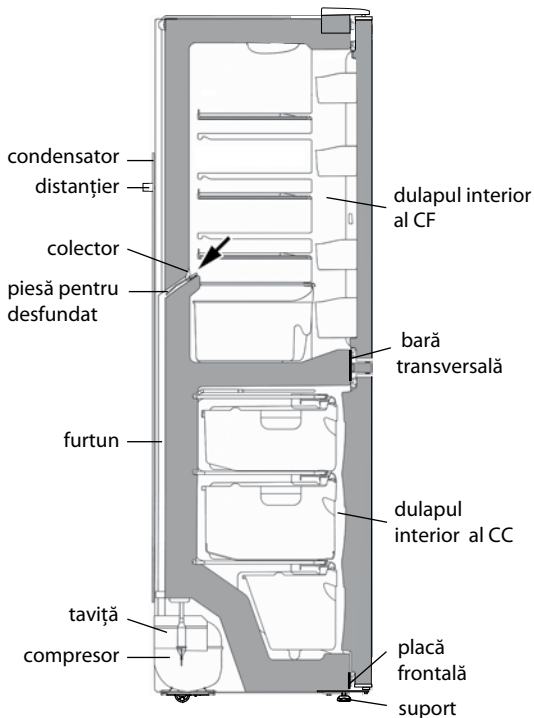

Figura 6 – Schema scurgerii apei rezultate în urma topirii din CF
2.2.1 În CF se folosește un sistem automat de dezghețare. Bruma, care apare pe perețele din spate a CF, după deconectarea compresorului care lucrează în ciclu, se topește și se transformă în picături de apă. Picăturile de apă rezultată în urma topirii se scurg în colector, apoi prin gaura acestuia și prin furtun - în tavița de pe compresor, în conformitate cu figura 6 și se evaporă. Gaura colectorului este dotată cu o piesă pentru prevenirea înfundării sistemului de drenaj.
Prezența apei în colector indică înfundarea sistemului de drenaj. Pentru eliminarea înfundării folosiți piesa corespunzătoare și curățați gaura colectorului, astfel ca apa să se scurgă liber în taviță, apoi spălați piesa și instalați-o în conformitate cu figura 6.
SE INTERZICE să utilizați frigiderul cu sistemul de scurgere înfundat. Apa care a apărut pe fundul CF sau care a ajuns în locul de alăturare a barei transversale și a dulapului interior al CF, în conformitate cu figura 6, poate provoca coroziunea dulapului exterior al frigiderului și elementelor agregatului frigorific, defectarea izolației termice, formarea crăpăturilor dulapului interior și defecțiunea frigiderului.